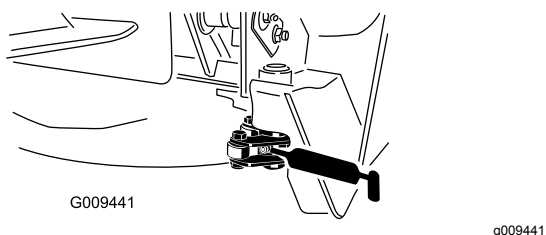

Figura 60
- Duas articulações do trinco (Figura 60)